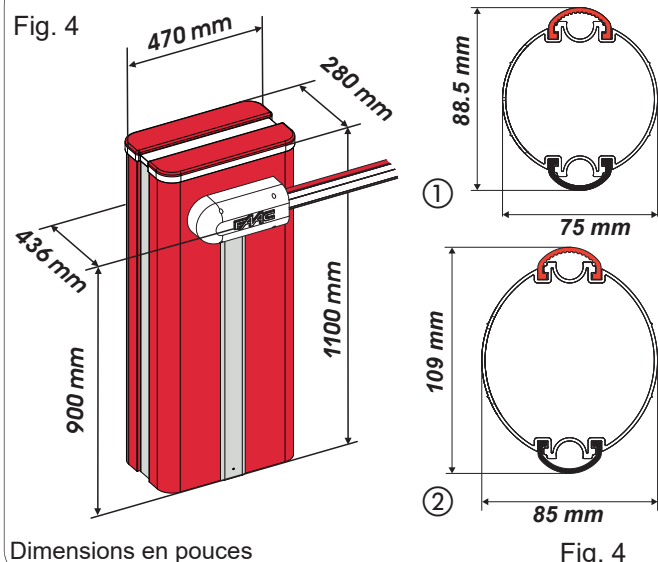

Fig. 4
Pour les dimensions de la barrière, se reporter à la Fig. 4. La taille du capot est la même pour les deux modèles, tandis que les dimensions des lisses diffèrent comme indiqué en détail dans ① (lisse S) et ② (lisse L).
Le **Tableau 1** se réfère au ressort de balancier pour les **lisses « S »** (Fig. 4 réf. ①) dont la longueur est égale ou inférieure à 17.4 ft (5.3m).
Le **Tableau 2** se réfère au ressort de balancier pour les **Lisses « L »** (Fig. 4 réf. ②) d'une longueur égale ou supérieure à 17.4 ft (5 m).